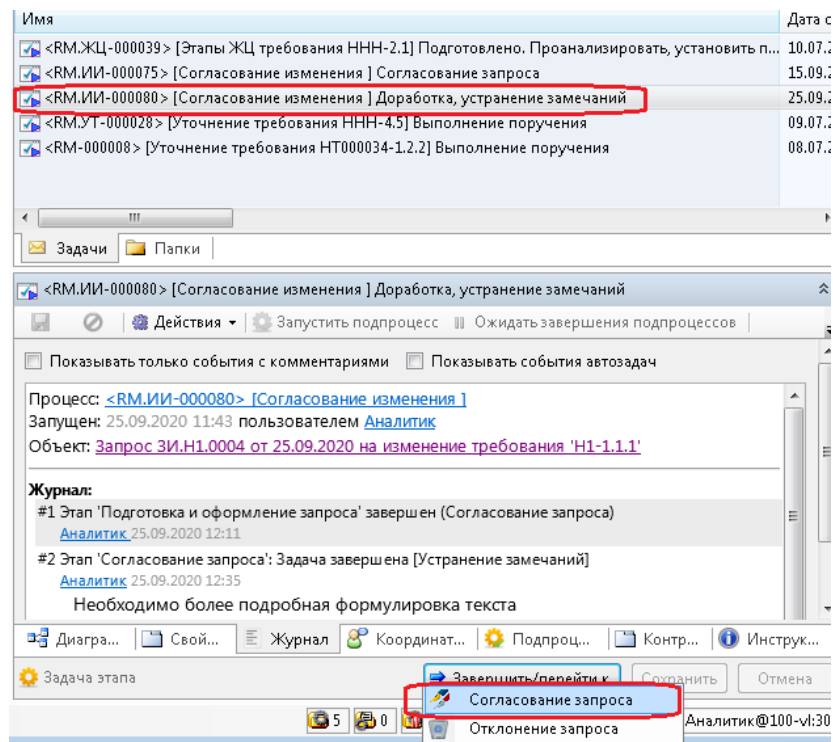

Рисунок 106 — Окно согласования запроса
- выбрать из списка этап для перехода (Рисунок 106):